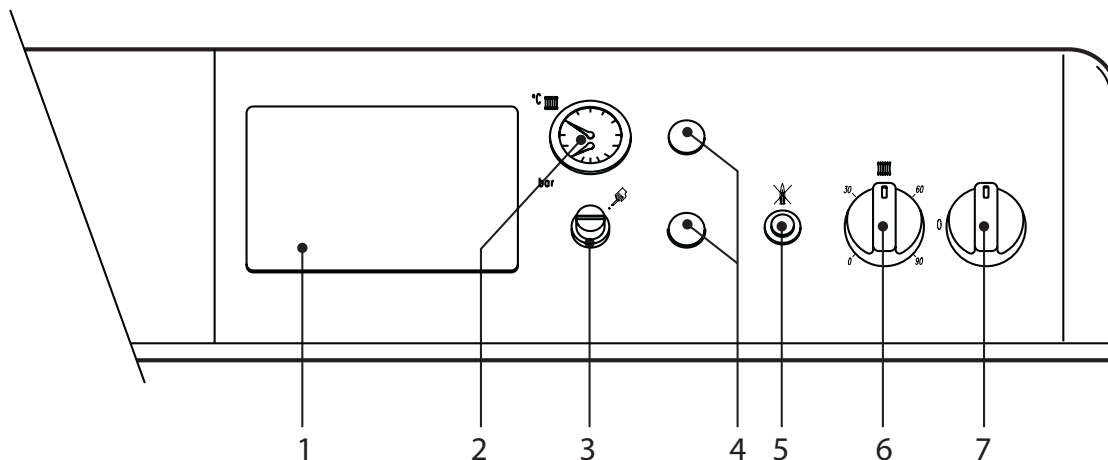

Рис.1
- о Поверните переключатель котла "7" в положение 1 (Рис. 1).
- о Если на котле установлен электронный термостатический контроллер (поз.1 Рис. 1), пользователь должен учесть инструкции его изготовителя.
Поверните ручку 6 (Рис. 1) по часовой стрелке для увеличения температуры воды в системе, для ее снижения поверните ручку против часовой стрелки. Температура может изменяться в пределах от 30°C до 90°C. Рекомендуется эксплуатировать котел при температуре не ниже 45°C.
Установите желаемую температуру, используя термостат помещения. Управляемый термостатом помещения котел запускается и подает в систему отопления воду с температурой, установленной регулировочным термостатом котла 6 (Рис. 1). При достижении заданной температуры в помещении, котел прекращает работать.
Давление холодной воды в заполненной системе должно составлять 1 бар (давление показывает манометр котла деталь 2, Рис. 1). В случае снижения давления в системе (вызванного испарением газов, растворенных в воде), пользователь должен повысить его, осуществив подпитку системы, используя наполнительный кран. После окончания операции подпитки, всегда закрывайте кран.